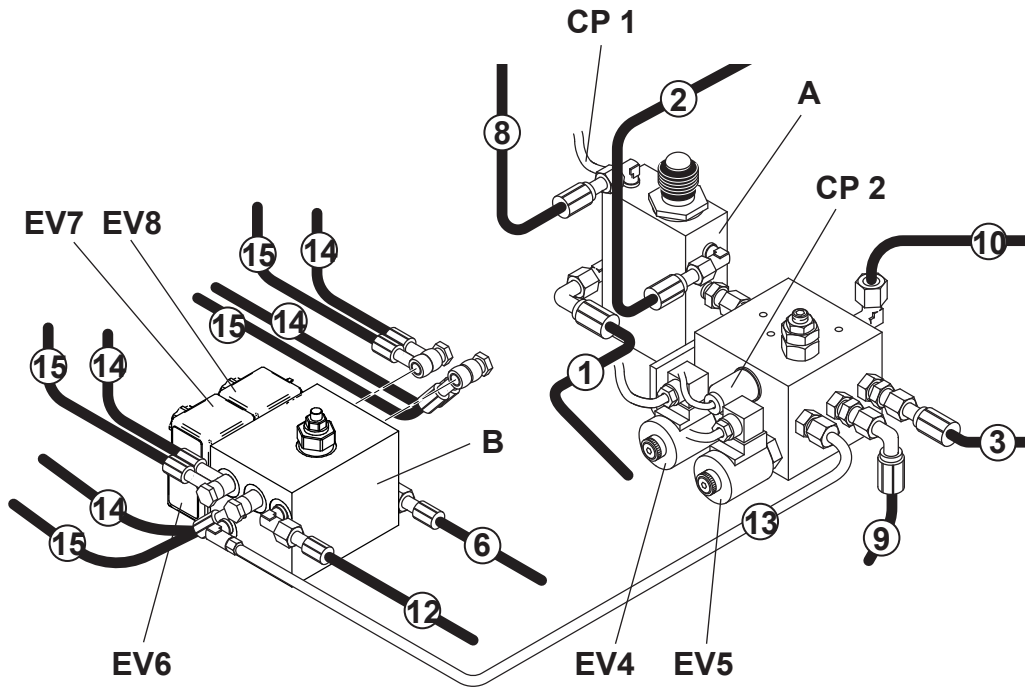

Fig. 19
- Die im Schaltschrank vorhandenen Kabel an die Elektroventile **EV4-EV5-EV6-EV7-EV8**, an die Druckwächter **CP1, CP2** und die Polung berücksichtigen (fig. 19).
- Connecter les câbles du pupitre de commande aux électrovalves **EV4-EV5-EV6-EV7-EV8** aux pressostats **CP1-CP2** (fig. 19).
- Conecte los cables situados en el panel de mando a las electroválvulas **EV4-EV5-EV6-EV7-EV8**, a los presostatos **CP1-CP2** (fig. 19).